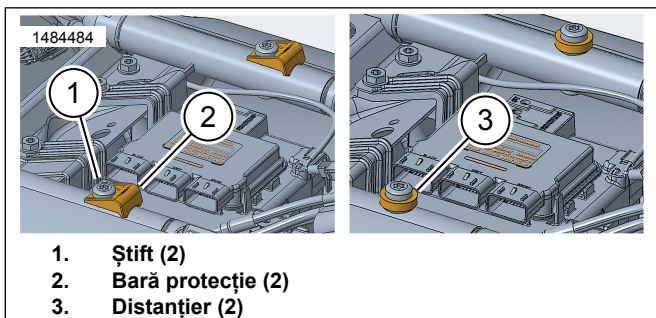

Figura 2. Îndepărtarea barei de protecție / Instalare distanțier
1. A se vedea figura 2. Scoateți barele de protecție.
- a. Scoateți bolțurile (1). Păstrați.
- b. Scoateți barele de protecție (2). Aruncați-l.
- c. Instalați distanțierele (3).
- d. Montați știfturile Echipament original (OE) (1). Strângeți.